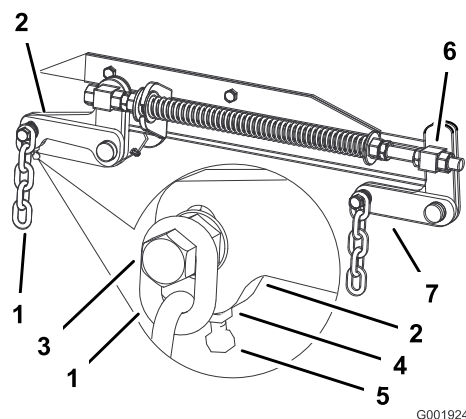

Figure 61
7. Si la distance mesurée au point **B** ou **C** n'est pas correcte, desserrez le boulon de fixation de la chaîne arrière au bras de support arrière (Figure 61).
8. Desserrez l'écrou de blocage sous le bras de support arrière et agissez sur le boulon de réglage de manière à obtenir une distance de 79 à 83 mm (Figure 61).
7. Desserrez d'environ 13 mm les écrous de blocage à l'avant des pivots avant gauche et droit (Figure 61).
8. Réglez les écrous de relevage sur les côtés gauche et droit de la machine de manière à abaisser l'avant de 6 à 10 mm au point **A** par rapport au point **B** à l'arrière (Figure 61).